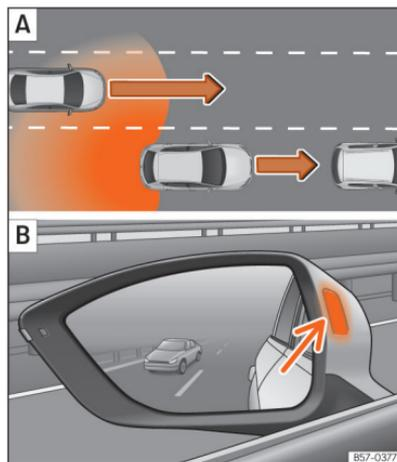

Fig. 152 Esquema: **A** Ultrapassagem com trânsito na parte traseira. **B** Indicação do assistente de mudança de faixa no lado esquerdo.
Nas seguintes situações mostra-se uma indicação na luz de controlo >>> Fig. 152 **B** [seta] ou >>> Fig. 153 **B** [seta]:
- Quando se é ultrapassado por outro veículo >>> Fig. 152 **A**.